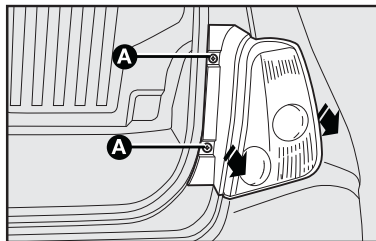

fig. 25
- desapertar os dois parafusos de fixação **A-fig. 25** e extrair o grupo óptico, puxando-o;